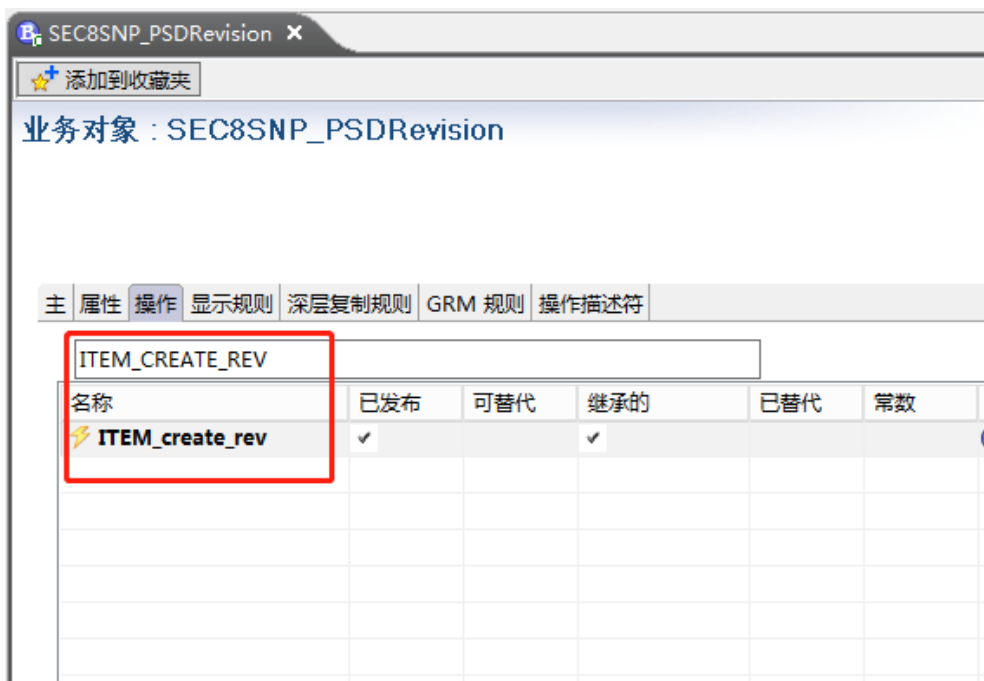

图 2
2、在搜索框中搜索“item_create_rev”如图 2: